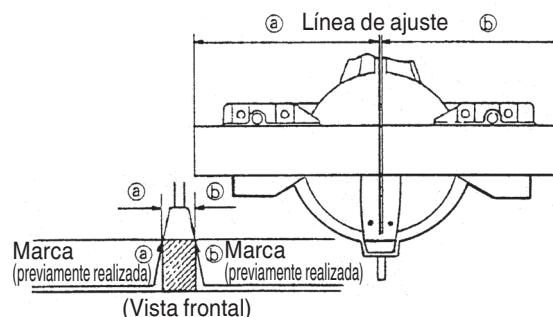

Fig. 22
- (1) Como se muestra en la Fig. 22, la anchura de la hoja de sierra es la de corte. Por tanto, deslice la pieza de trabajo hacia la derecha (vista desde la posición del operador) cuando deseé la longitud ④, o hacia la izquierda cuando deseé la longitud ⑤. (Sólo modelo C10FCH2 • C10FCH2(S))